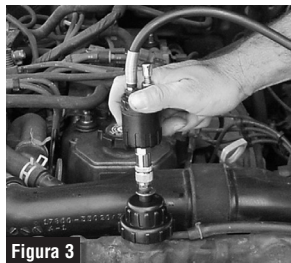

Figura 3
3. Coloque la conexión hembra de desenganche rápido situada en el extremo de la manguera de caucho de la bomba sobre la conexión macho de desenganche rápido en el adaptador y presiónela. Cerciórese de que el manguito móvil en la conexión de desenganche rápido se trabe hacia adelante y que el acople quede plenamente enganchado. Consulte la Figura 3.